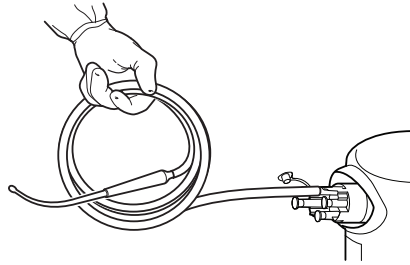
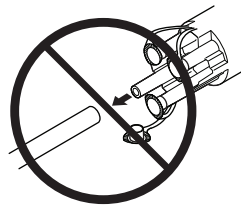

图 6 收集抽吸管
图 7 处置过程中要使抽吸管保持连接
1. 在抽吸的同时，朝多通道接头端口收起抽吸管，以清除抽吸管中的废液(图 6)。不得从多通道接头上卸下任何连接的抽吸管(图 7)。